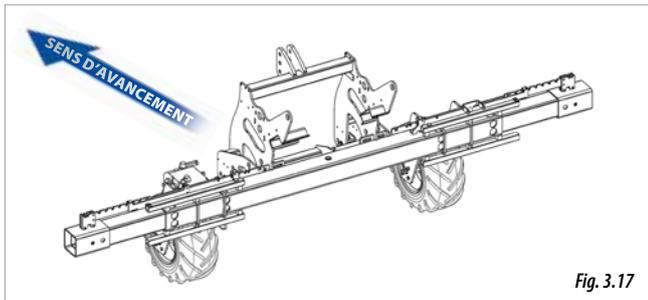

Fig. 3.17
- SIMPLE TÉLESCOPIQUE (Fig. 3.17).